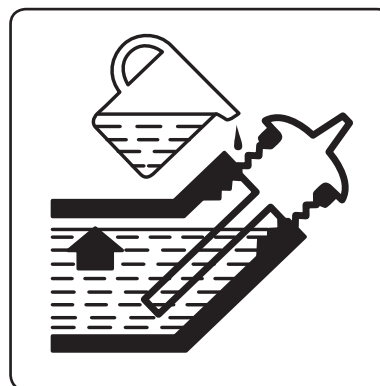

Abb.10
- ➔ Der Stromerzeuger wird ohne Öl geliefert, und daher ist vor der Inbetriebnahme der Öltank mit Öl so zu befüllen, dass die Anzeige am Ölstopfen nach dem Zuschrauben vollkommen im Öl getaucht ist, siehe Abb. 10. Kontrollieren Sie den Ölpegel am Messstab nach dem Herausschrauben aus dem Tank.